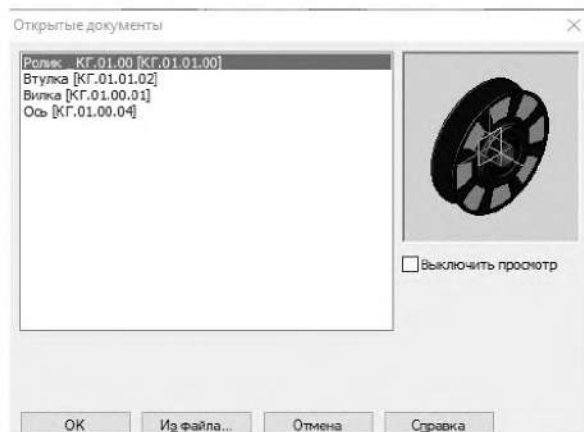

Рисунок 3.21. Добавление детали «Вилка»
2.2.2 В диалоге открытые документы (при необходимости открыть документы путем нажатия на кнопку Из файла и указав путь нахождения файла) укажите деталь КГ.01.00.01. «**Вилка**» и нажмите кнопку **ОК** (рисунок 3.21).